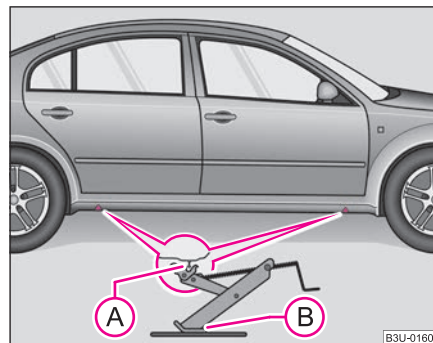

Fig. 195 Cambio de rueda: lugares de apoyo del gato
- Para apoyar el gato, elija el punto de alojamiento del larguero inferior que se encuentre más cerca de la rueda defectuosa ⇒ fig. 195.
- Colocar el gato de tal modo, que su garra abarque el alma vertical del larguero inferior (A) y la superficie de apoyo inferior del gato (B) se encuentre en toda su superficie sobre el suelo firme.